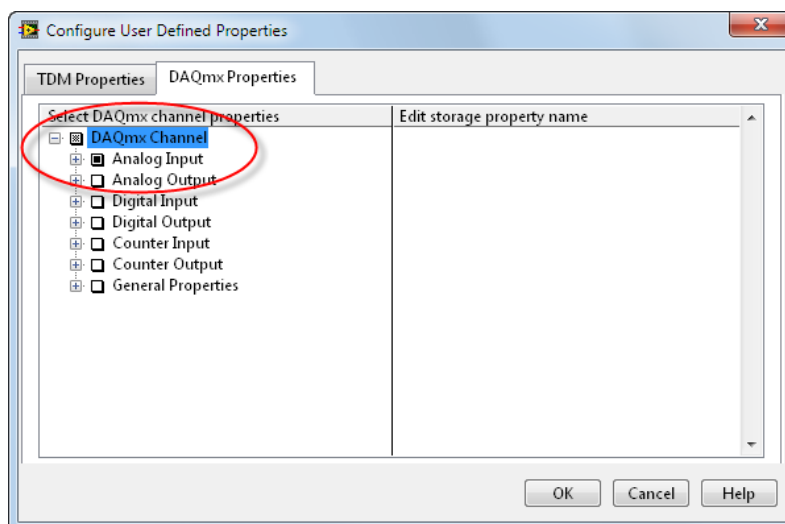

Figura 20. Com o driver NI-DAQmx, você pode registrar automaticamente todas as configurações de aquisição de dados no TDMS properties para referência futura.
- a. Conecte a saída lilás **Task Out** do VI DAQmx Read à entrada **DAQmx Task** do VI Expresso Write to Measurement File conforme ilustrado na figura 20.